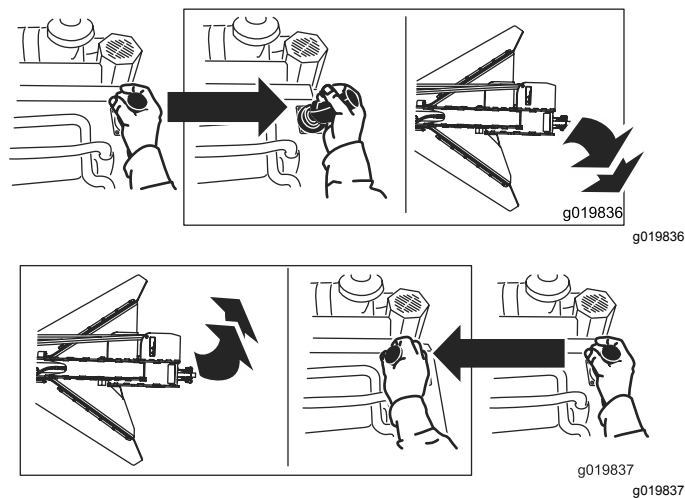

Figura 15
- Para rodar o triturador para a direita ou para a esquerda, mova a alavanca na direção pretendida (Figura 15).